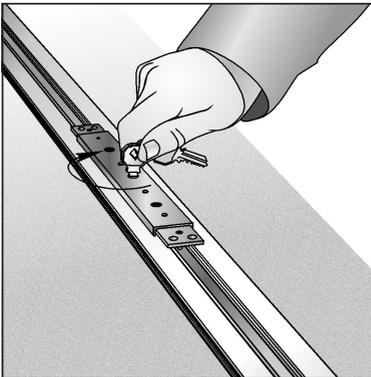

Abb. 11
- die Arbeit des Riegelschlusses mit Hilfe des Schlüssels prüfen (Abb. 11). In der „Auf“-Position sollen die Schlossriegel nicht über die Kanten des Endprofils hinausragen.